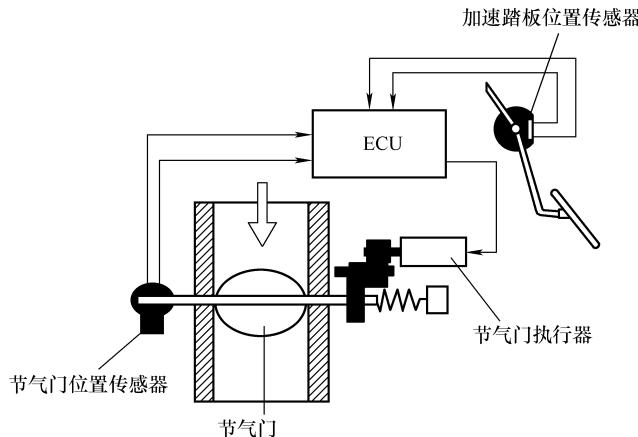

图 1-13 电子节气门结构
(1) 结构 电子节气门一般由节气门位置传感器、节气门执行器、节气门控制 ECU、加速踏板位置传感器等组成，如图 1-13 所示。